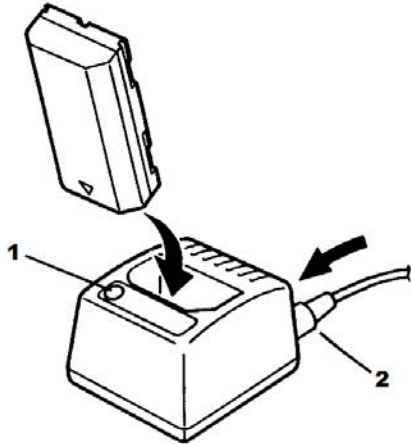

Figure 4. Schéma du chargeur de la batterie
- Branchez la sortie de l'adaptateur secteur sur le jack d'entrée situé à l'arrière du chargeur de la batterie tel qu'indiqué dans la figure 4.
- Il suffit de placer le bloc-batterie dans l'étui du chargeur tel qu'indiqué dans la figure 4. Assurez-vous que les deux contacts dorés de la batterie sont placés orientés vers le bas dans l'étui.